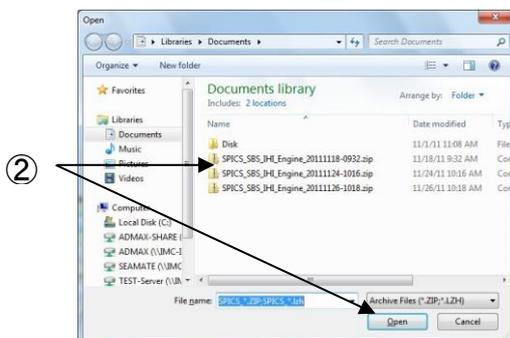
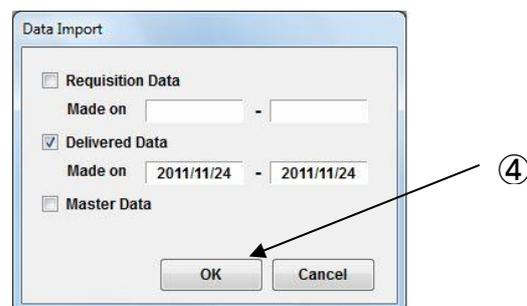
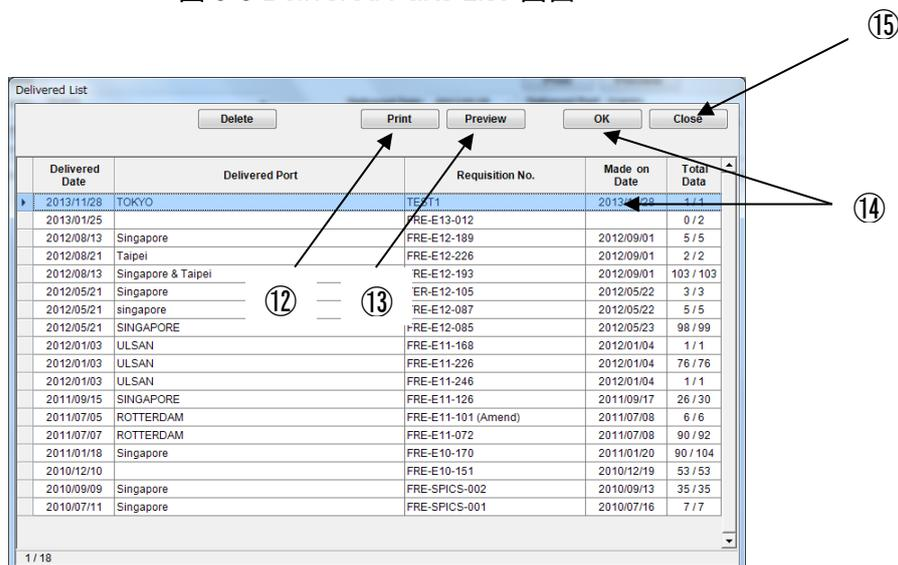

図 9-2 Open ダイアログ
図 9-3 Data Import
図.9-4 Delivered List ダイアログ
(2) "Open ウィンドウ"(図 9-2) が表示されますので、インポートするファイルを選択し、[Open]ボタンをクリックします。
- (7) “Delivered 画面”(図 9-3) が表示されます。
- (8) 受領部品リストを印刷したい場合は[Print]を選択してください。
- (9) 印刷画面を確認したい場合は[Preview]を選択してください。
- (10) [Delivered Date]を選択してください。
- (11) “Delivered List ウィンドウ”(図 9-4) が表示されます。
- (12)受注日リストを印刷したい場合は[Print]を選択してください。
- (13) 印刷画面を確認したい場合は[Preview]を選択してください。
- (14)受領日リスト上で参照したい項目を指定し、ダブルクリックするか [OK] を選択すると、“Delivered 画面”に指定した日付の受領部品リストが表示されます。
- (15)[Close] ボタンを選択し“Delivered List 画面” を閉じ “Delivered 画面“(図 9-2) の[Menu] を選択して“Menu 画面”に戻ります。